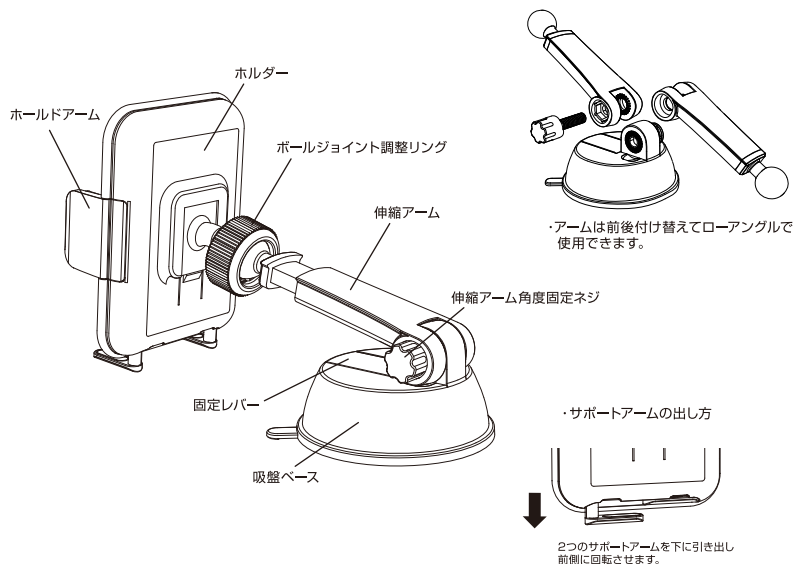

図1
1. 吸盤の固定レバーを上げてから吸盤の吸着面についたハクリ紙をはかし設置場所に取り付けてください。(図1)